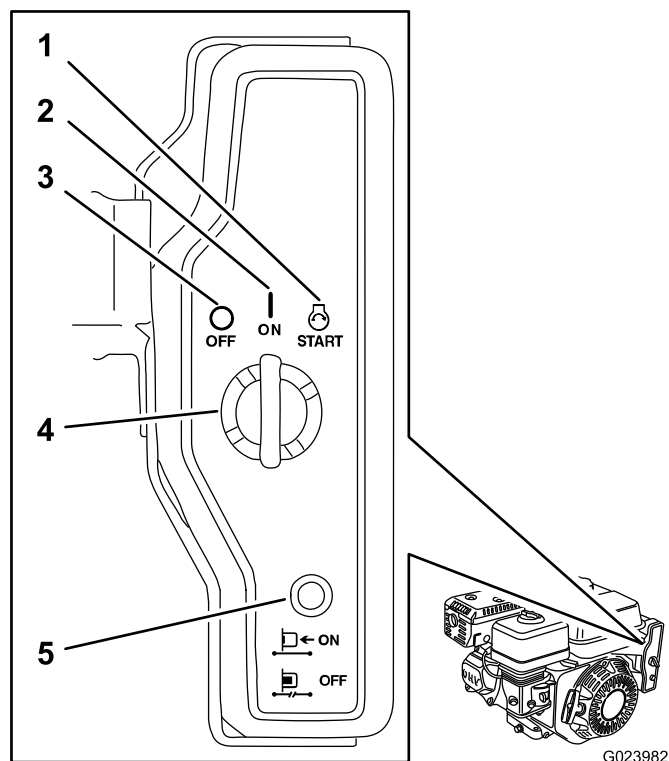

Figura 20
5. Gire a chave para a posição Start e mantenha-a nessa posição até o motor ligar (Figura 20).